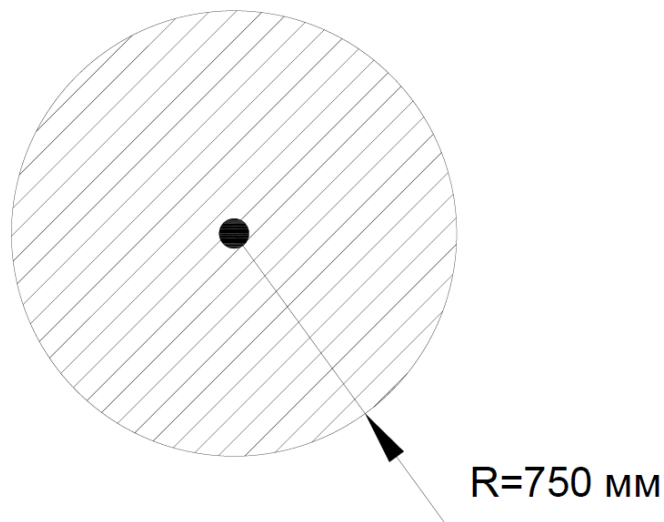

Рис.1. Конфигурация площади орошения.
6.6.3. Отвинтить муфту, поз.6 (рис.1), вывинтив из нее гайку на 3-4 витка резьбы.